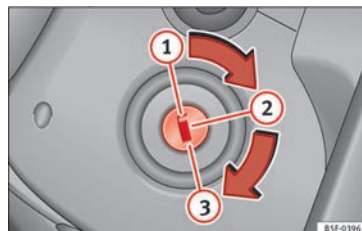

Fig. 184 Tændingsnøglen positioner
- Drej tændingsnøglen til position ① » Fig. 184.
- Tag tændingsnøglen ud i stilling ① » Fig. 184 » △.